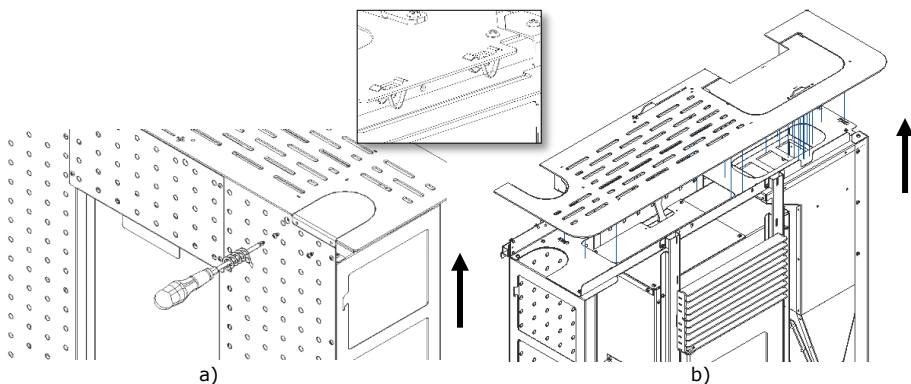

Figura 64 - Remoção tampo superior
a) Retirar o tampo superior do equipamento. Numa 1ª fase deve retirar a tampa pequena que se encontra fixa na parte posterior desapertando os dois parafusos (Figura 64-a). Posteriormente, deve mover o tampo, realizando uma força no sentido indicado, não é preciso nenhuma ferramenta pois o tampo é de encaixe rápido através de molas (Figura 64-b).